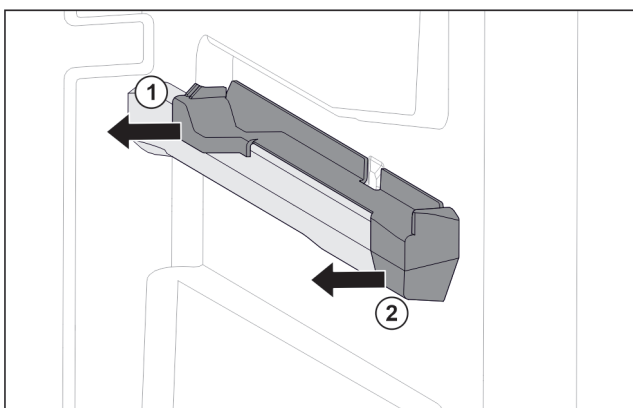

Fig. 194 Вставна частина на правому ребрі для резервуару
- Відсунути вставну частину назад вбік. Fig. 194 (1)
- Відсунути вставну частину вперед вбік. Fig. 194 (2)